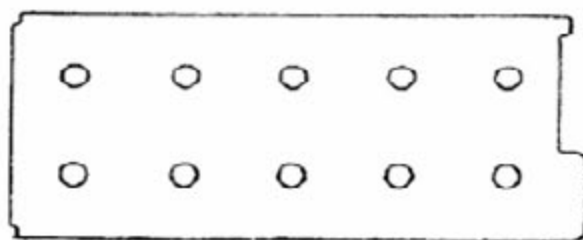

图3-32
d). 按如图 3-32 所示顺序拧紧螺栓, 直到每个螺栓达到力矩 $49\text{N}\cdot\text{m}$ 。
f). 按如图 3-32 所示顺序重新拧紧螺栓, 直到每个螺栓达到力矩 $20\text{N}\cdot\text{m}$ 。